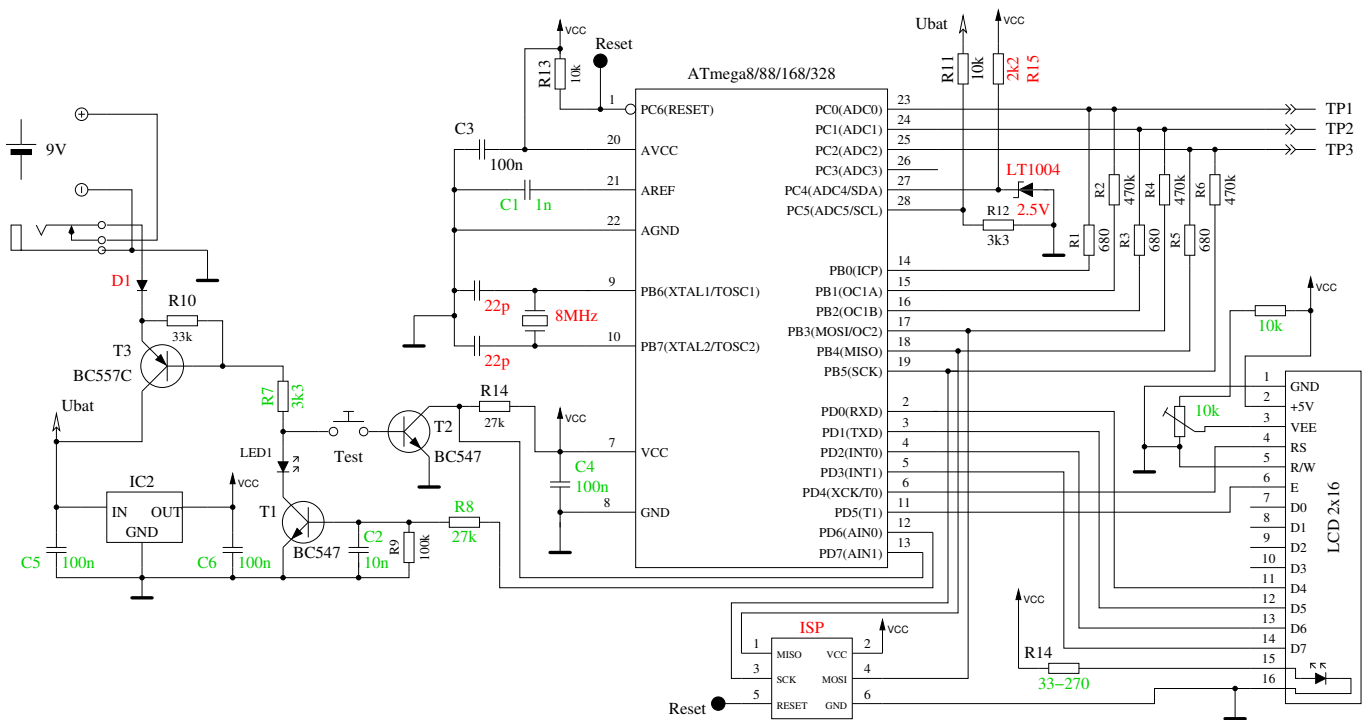

Abbildung 2.1: Neue TransistorTester-Schaltung
Die Schaltung des TransistorTesters in Abbildung 2.1 basiert auf der Schaltung von Markus F., die er in Abb. 1 des AVR-Transistortester Reports [1] veröffentlicht hat. Geänderte oder verschobene Bauteile sind mit grüner Farbe markiert, optionale Teile sind mit roter Farbe gekennzeichnet. Einige Änderungen wurden gemacht, weil die Strom-Abschaltung in einigen Nachbauten Probleme bereitet hatte. Deshalb ist der Widerstand R7 auf  $3.3k\Omega$  reduziert. Der Kondensator C2 ist auf 10nF verkleinert und der Widerstand R8 ist verschoben, so daß der Ausgang PD6 nicht versucht den C2 Kondensator direkt zu laden. Zusätzliche Abblock-Kondensatoren wurden hinzugefügt und sollten nahe den Versorgungs-Anschlüssen des ATmega und nahe bei dem Spannungsregler platziert werden. Weil der PD7 Eingang und der PC6 (RESET) Anschluß die einzigen Anschlüsse sind, wo „pull-up“ Widerstände gebraucht werden, wurde ein zusätzlicher  $27k\Omega$  Widerstand an dem PD7 (Pin 13) Anschluß vorgesehen. Mit dieser Änderung können die internen „pull-up“ Widerstände des ATmega abgeschaltet werden. Ein Quarz mit seinen 22pF Kondensatoren wurde zusätzlich vorgesehen. Ein Quarz hat Vorteile für die Kapazitätsmessung wegen der genaueren Zeitmessung. Die neue Software kann den Bereich für den ADC umschalten. Die Umschalt-Geschwindigkeit wird durch den externen Kondensator C1 am AREF (21) Pin des ATmega reduziert. Um die Messung nicht langsamer als notwendig machen zu müssen, sollte der Kondensator auf 1nF reduziert werden. Ein Entfernen des Kondensators ist ebenfalls möglich. Zum Anpassen der Software an die jeweilige Schaltung schauen Sie bitte in dem Konfigurations-Kapitel 4 nach. Einige unterschiedliche Versionen von R11 / R12 Kombinationen zirkulieren im Internet. Ich habe die Software an den Original-Entwurf von Markus F. [1] mit  $10k\Omega$  und  $3.3k\Omega$  angepaßt. Die zusätzliche 2,5V Präzisions-Spannungsreferenz, die an Pin PC4 (ADC4) angeschlossen ist, wird für die Überprüfung und Kalibration der VCC Versorgungsspannung benutzt, ist aber nicht erforderlich. Ein zusätzlicher ISP-Anschluß wurde hinzugefügt um leichter neue Software-Versionen laden zu können.